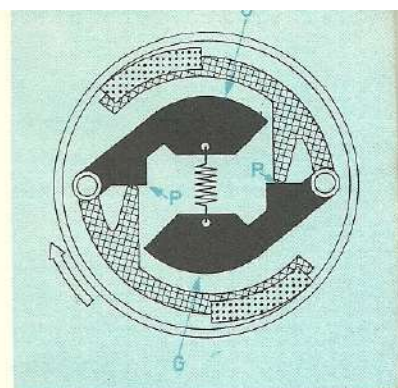

fig. 5a
Werkingschema: Bij „stilstaande” motor drukken de contragewichten (G), door de veerkracht, tegen de aanslagpunten (P), waardoor de koppelingvoeringen tegen de koppeling-trommel drukken. De motor zal na enkele pedaalomwentelingen starten (fig. 5A).